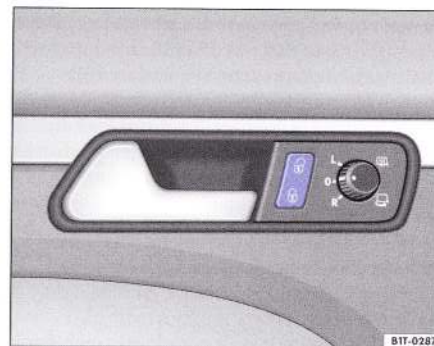

Fig. 26 Imagine din ușa conducătorului: Tastă pentru închiderea centralizată.
- Apăsați tasta ⇒ fig. 26  ⇒ .
- Apăsați tasta ⇒ fig. 26 .
- Mecanismul de siguranță și sistemul de avertizare antifurt²⁹⁾, nu se vor activa la acționarea tastei ⇒ fig. 26 .